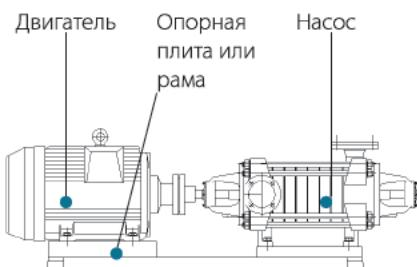

РИС.1. ГОРИЗОНТАЛЬНЫЙ НАСОСНЫЙ АГРЕГАТ, УСТАНОВЛЕННЫЙ НА ОБЩЕМ ОСНОВАНИИ
Шум является естественным фактором в приточных системах, и является одной из основных характеристик вентилятора. Уровень шума может помочь в определении полезных свойств. К группе приточных систем мы также включаем агрегаты, производящие искусственный снег. Схема потока агрегата оснежения, представленная на рис.1, создана с помощью осевого вентилятора и состоит из: впускного коллектора (1), вентилятора - ротора (2), выпускного устройства (3) и канала потока (4). Шум вентилятора вызван двумя основными причинами: механической и аэродинамической вибрациями нагнетаемого воздуха.
▲ Рисунок 1. Продольное сечение осевого вентилятора (агрегат оснежения)
Он состоит из двух частей: ротора (рис.1, поз.2) и фиксированного устройства управления (рис.1, поз.3). Именно на этом этапе возникает наибольшая интенсивность звука, а вращающиеся лопасти вентилятора генерируют t_{zw} , основную частоту f [Гц]. Она представляет собой количество лопастей вентилятора z_w умноженное на скорость вращения n [об/мин].